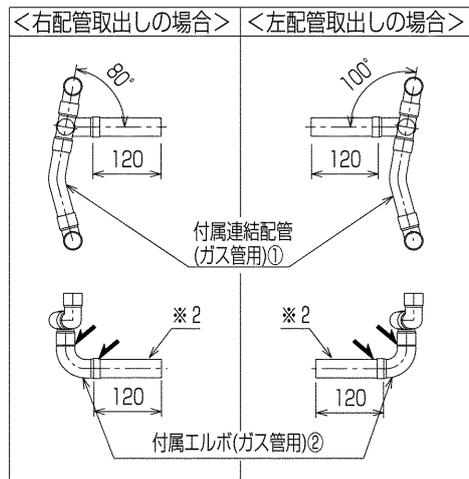

図3 ※1. 印は現地ロウ付箇所を示します。
- (1) ファンプーリーと電動機プーリーの平行度は、図3・表2の内容を満足するようにセットしてください。
- (2) ベルトの一本当たりの張力はたわみ量Lの値を右式にて計算し、その時のたわみ荷重Wが表3の範囲内になるようにセットしてください。
(図3) プーリーの平行度
- (3) 図3に示すとおり付属配管(ガス管用)をユニットに接続する前に配管取出し方向に合わせてロウ付接続し、組立ててください。
- (4) 液管接続部のゴムキャップを外し、配管内に封入されている窒素ガスを抜いてください。
- (5) ガス管接続部のキャップ配管を外してください。